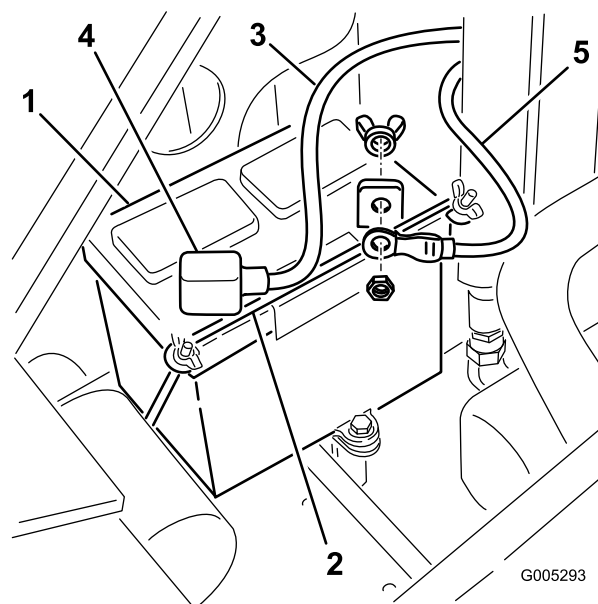

Figure 31
4. Enlevez les écrous à oreilles et les barres de fixation de la batterie (Figure 31).
5. Débranchez le câble négatif (noir) de mise à la masse de la borne de la batterie (Figure 31). Conservez les fixations.
7. Débranchez le câble positif (rouge) de la borne de la batterie (Figure 31). Conservez les fixations.
1. Branchez le câble positif (rouge) de la batterie à la borne positive (rouge) au moyen des fixations retirées précédemment (Figure 31).
3. Branchez le câble négatif de la batterie à la borne négative (noir) au moyen des fixations retirées précédemment (Figure 31).
4. Fixez la batterie au moyen de la barre et des écrous à oreilles (Figure 31).